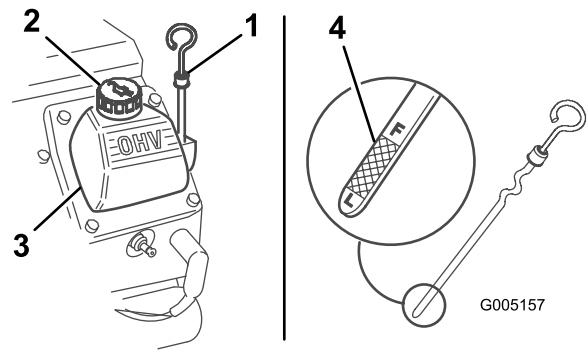

Figura 23
3. Limpie la zona alrededor de la varilla de aceite (Figura 23).
4. Retire la varilla y limpie el extremo metálico (Figura 23).
5. Introduzca la varilla a fondo en el tubo de la varilla (Figura 23).
7. Si el nivel de aceite es bajo, limpie la zona alrededor del tapón de llenado y retire el tapón (Figura 23).
12. Retire el tapón de llenado (Figura 23) y vierta lentamente aproximadamente el 80 % de la cantidad especificada de aceite a través de la tapa de la válvula.